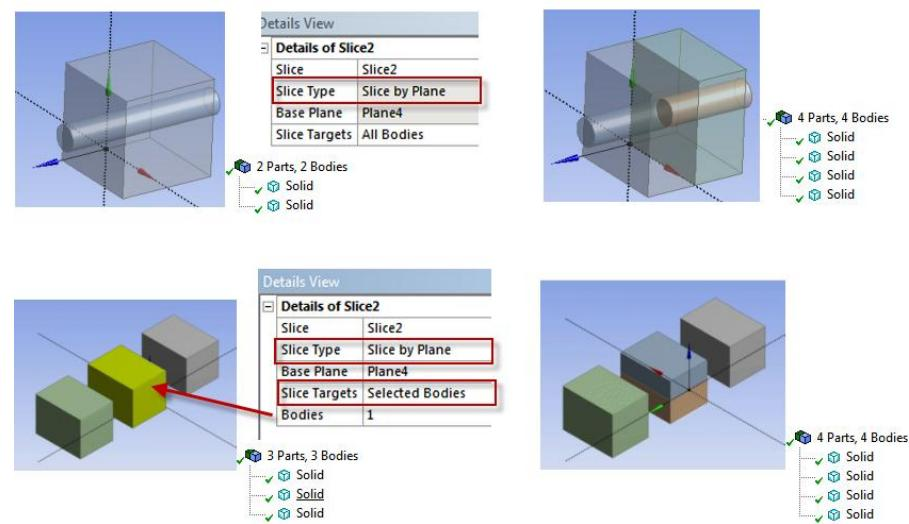

Рис. 3.39
- *Slice by Plane* – разделение плоскостью. Нужно указать плоскость разделения (*Base Plane*). Если нужно разделить только некоторые из тел, то нужно изменить значение опции *Slice Targets* (по умолчанию – *All Bodies*) на *Selected Bodies* и выбрать указать необходимые тела. Пример использования команды *Slice* в режиме *Slice by Plane* показан на рис. 3.39. Результатом выполнения команды являются отдельные тела;